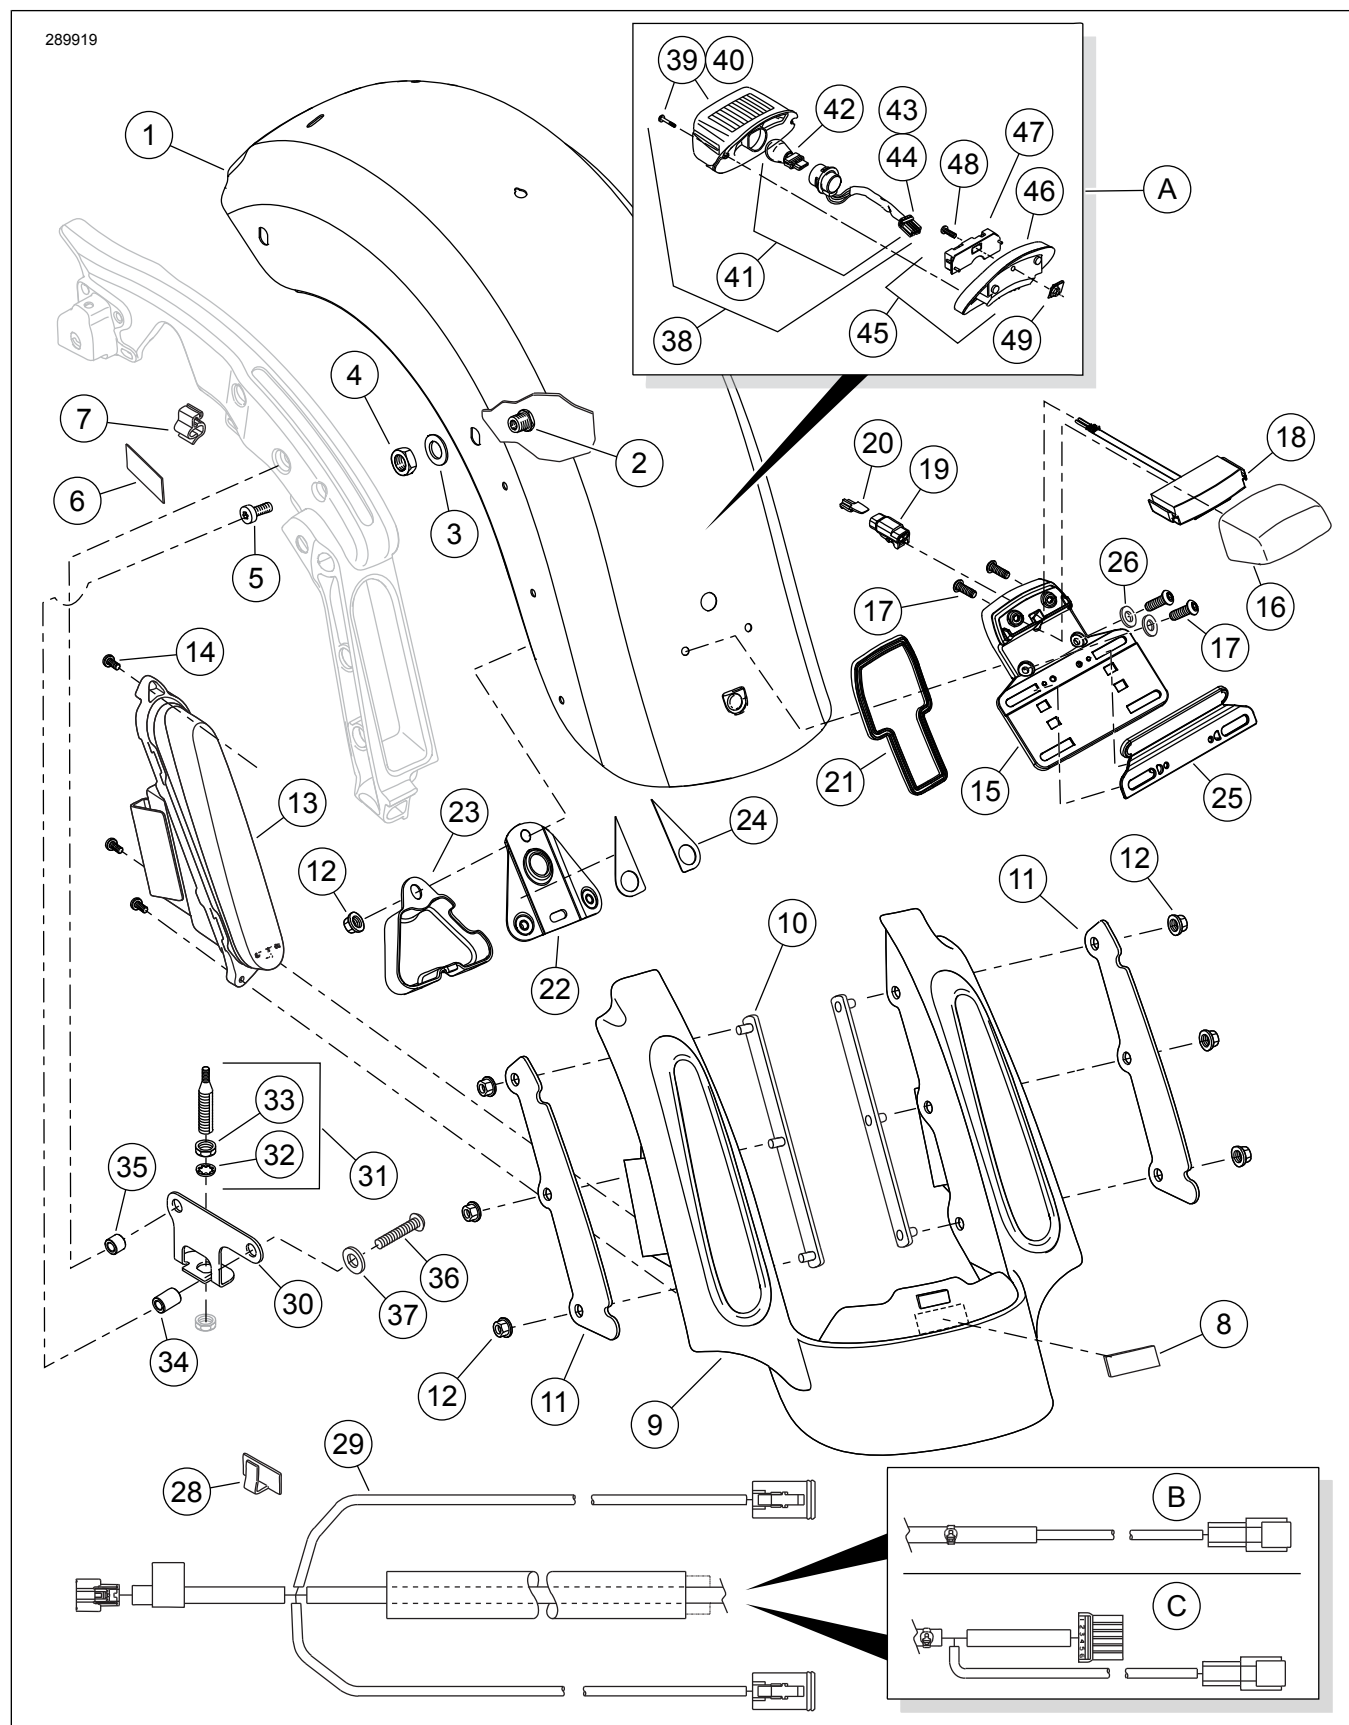

図5。サービスパーツ、FLTouringCV0スタイルリアフェンダーキット
1. 図5を参照してください。アンテナケーブルをアンテナベースアッセンブリから外します。
7. 図5を参照してください。フェンダーサポートの近くに新品のアンテナブラケット(30)を配置し、フェンダーサポートにブラケットを固定します。
c. 図5を参照してください。スペーサー(34と35)をブラケットから出ているねじ山にスライドさせます。スペーサーの長さに注意してください。
2. 図5を参照してください。キットの5/16-18x25.4mm (1インチ)長フェンダーマウントスクリュー(5)4本を準備します。
17. 図5を参照してください。キットのクリップ(7)を使用してハーネスレグを各サドルバッグサポートの下側にあるクリップスロットに固定します。